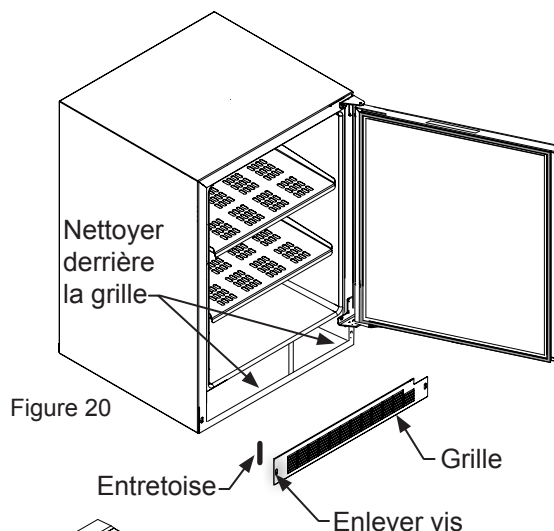

Figure 20
7. Enlevez la grille de protection frontale (voir les Figure 20), et utilisez une brosse et un aspirateur pour éliminer la saleté et les débris de sous l'appareil.